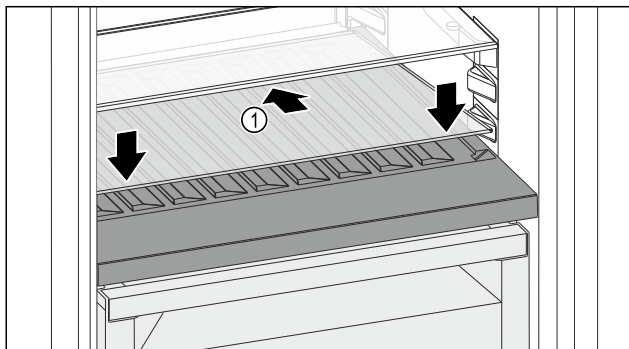

Fig. 228
- Postavite staklenu ploču Fig. 228 (1) ukoso, nagnutu straga prema dolje.
- Staklenu ploču Fig. 228 (1) podignite sprijeda.